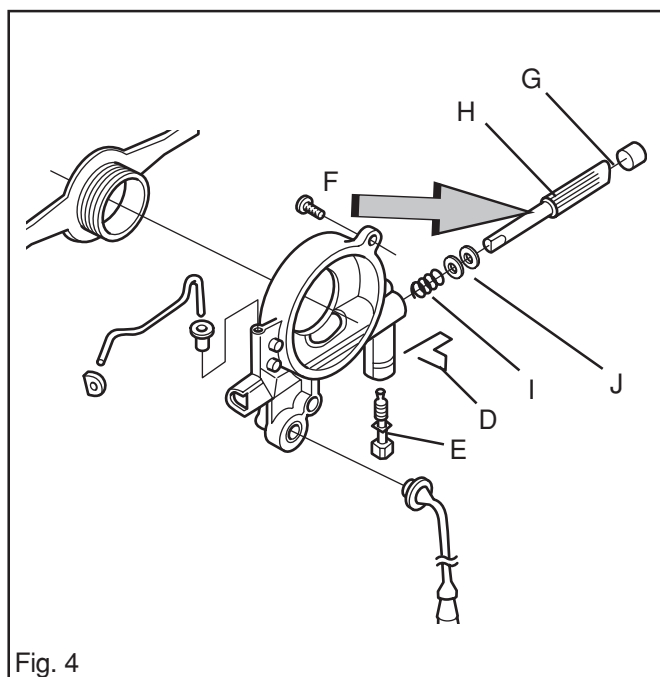

Fig. 4
1. Monter les masselottes d'embrayage sur le moyeu et monter les ressorts à l'aide d'une pince pour bague de blocage. Voir la fig. 4
7. Retirez les attaches (D) et dévissez la vis de réglage (E). Voir la fig. 4.
8. À l'aide d'une pince, enfoncez le piston de la pompe au point F pour que le bouchon (G) et le piston de pompe (H) puissent être retirés. Voir la fig. 4.
9. Retirez le ressort (I) à l'aide d'une pince ainsi que les 2 rondelles (J). Voir la fig. 4.
2. Monter le ressort (I), 2 rondelles (J) et le piston (H) dans le corps de pompe. Huiler tous les éléments avec de l'huile de chaîne de tronçonneuse. Voir la fig. 4 p. 28.
3. À l'aide d'un tournevis, enfoncer le piston de la pompe et visser la vis de réglage (E) jusqu'à ce qu'elle touche le fond. Voir la fig. 4 p. 28.
4. Monter le bouchon (G). Voir la fig. 4 p. 28.
5. Monter les attaches (D). Voir la fig. 4 p. 28.
Lors du démarrage à froid (fig. 4) la soupape du starter (D) est complètement fermée. De cette manière, la sous-pression dans le carburateur augmente et le carburant est aspiré plus facilement hors des de tous les diffuseurs (E, F et G). La soupape d'étranglement (H) est partiellement ouverte.